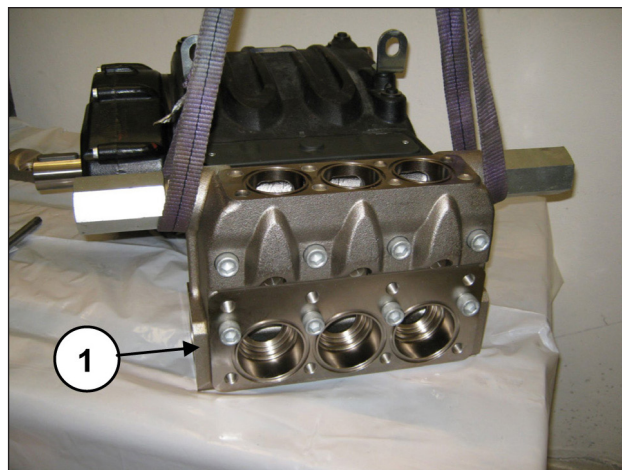
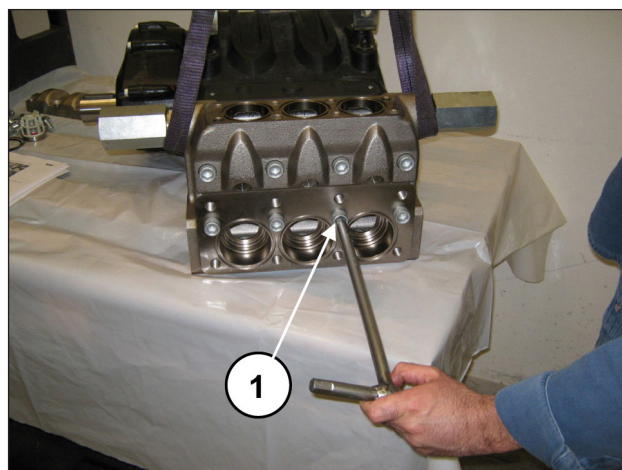

Fig. 162
Fig. 163
Monter la tête sur le carter de pompe (rep. ①, Fig. 162) en ayant soin de ne pas heurter les pistons puis visser les 8 vis M16x150 (rep. ①, Fig. 163).